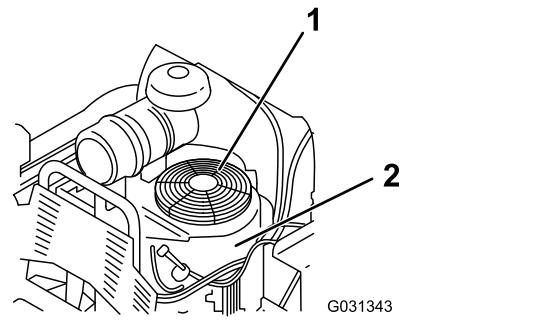

Figure 61
3. Déposez la grille d'entrée d'air et le carter du ventilateur (Figure 61).
5. Reposez la grille, la prise d'air et le carter du ventilateur (Figure 61).